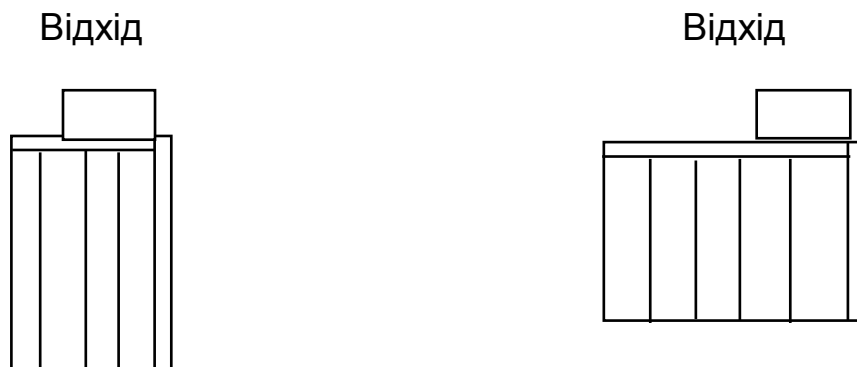

Рис. 6.1. Приклад подовжнього і поперечного розкрою листа
5. Намітити розкрій листа у разі подовжнього і поперечного його розрізу на смуги (рис. 6.1).